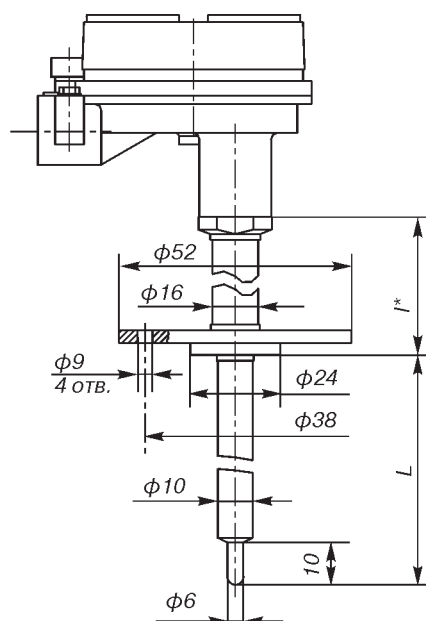

Рис.7** (ост.см.рис.4)
* $l = 120, 160, 200$ мм - для Метран-281-Exd, Метран-288-Exd по рис. 7. Для высокотемпературных технологических процессов с целью уменьшения влияния температуры процесса на работу ЭП Метран-281, Метран-288, -Exia, -Exd выпускаются с длиной наружной части 160 или 200 мм.